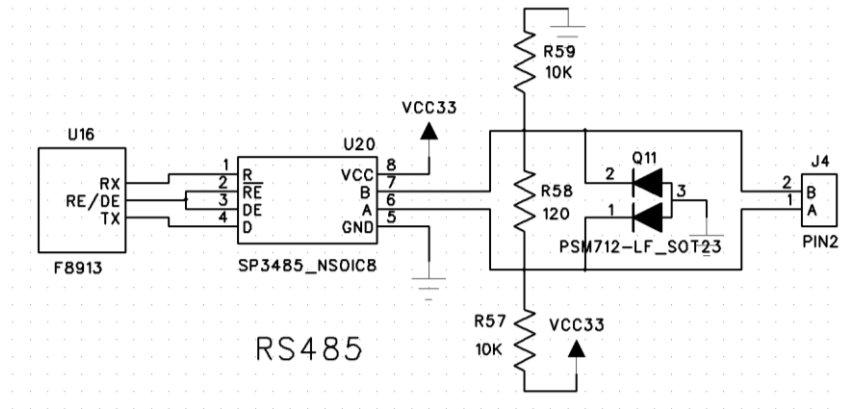

图 5-3 F8913D 与工控机 RS485 连接的参考电路
2. 工控机作为上位机：F8913D 与工控机通过 RS485 总线相连，需要使用电平转换芯片进行电平转换（如 SP3485），如图 5-3 所示。